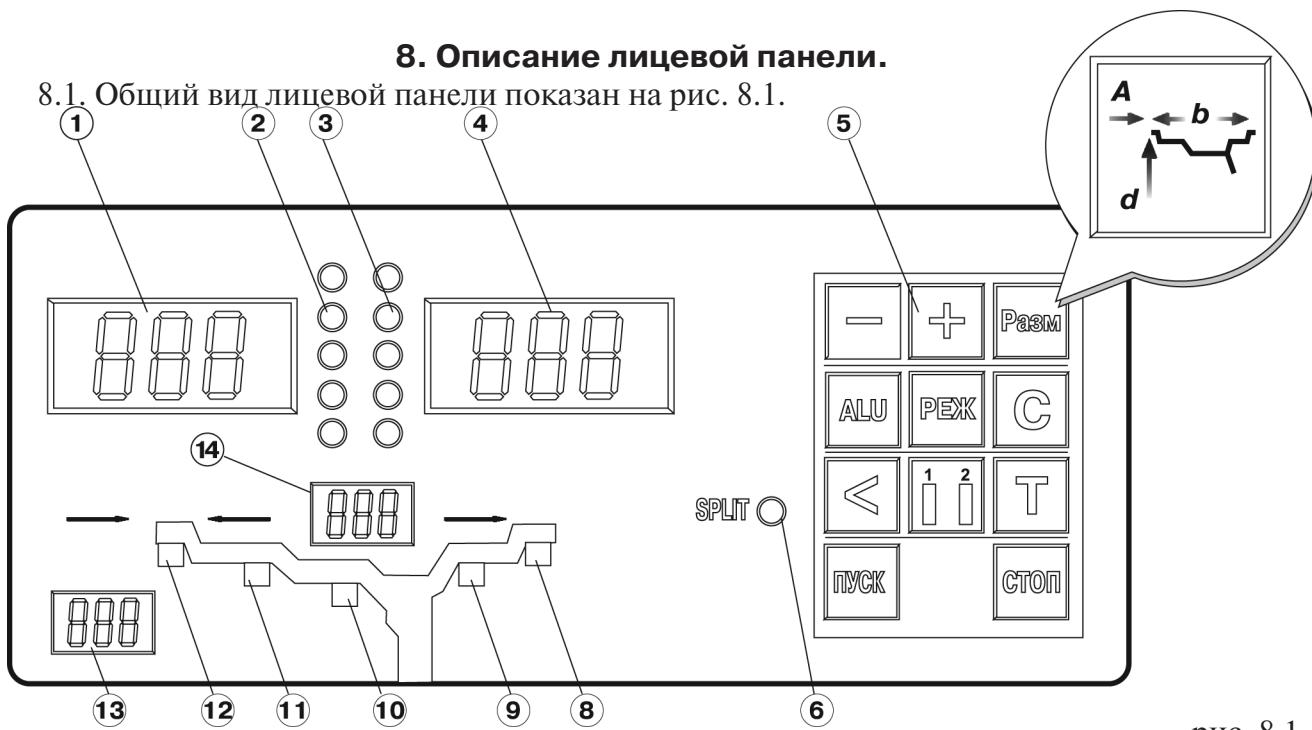

рис. 8.1.
8.1. Общий вид лицевой панели показан на рис. 8.1.
(рис.8.1.) соответственно.
При выдвижении штанги на индикаторах 1 (рис. 8.1) отображается символ «A», а на индикаторах 4 значение параметра «A». Значение параметра «d» отображается на индикаторах 13. После возвращения штанги в исходное состояние на индикаторах 1 и 4 некоторое время сохраняется значение параметра A, затем показания на них возвращаются к отображению текущих значений масс корректирующих грузов. На индикаторах 13 сохраняется вновь установленное значение параметра «d».
Ширина обода отображается на индикаторах 14 (рис.8.1). Если считанная с обода или измеренная ширина отличается от показаний на индикаторах 14, то кнопками «-» и «+» установить на индикаторах 14 требуемое значение ширины.
Дважды нажать кнопку «A, d, b», после чего на индикаторах 1 (рис.8.1) загорается символ «A», а на индикаторах 4 исходная величина дистанции. Нажимая кнопки «-» и «+» установить на индикаторах 4 требуемую величину дистанции. Через 2-3 сек после установки дистанции показания на индикаторах 1 и 4 возвращаются к отображению текущего дебаланса, а кнопки «-» и «+» возвращаются в режим ввода ширины обода.
Эта функция обеспечивается тем, что каждый раз при вводе новых геометрических параметров и установке требуемой программы ALU, предыдущее состояние запоминается. Для перехода от одного набора параметров к другому необходимо нажать кнопку «1-2». Визуальный контроль того, какие параметры установлены в данный момент, осуществляется по индикаторам 13 и 14 (рис.8.1), отображающие установленные в данный момент диаметр и ширину обода.
12.2. Переключение схем ALU1-ALU5 осуществляется последовательным нажатием кнопки «ALU» при этом схема установки грузов отображается загоранием соответствующих светодиодов 8-12 (рис.8.1), кроме того, на индикаторах 1 отображаются символы ALU, а на индикаторах 4 номер 1-5. Через 2-3 сек. после установки требуемой программы ALU индикаторы 1-4 переходят в режим отображения дебаланса.
13.3. Для входа в программу Split нажмите кнопку РЕЖ., после чего загорается светодиод 6 (рис.8.1) и на индикаторах 1 загораются символы «SP», означающие, что необходимо ввести число спиц обода колеса, подлежащего балансировке. При этом на индикаторах 4 загорается цифра 5. Если число спиц колеса отличается от 5, кнопками «-» и «+» установить на индикаторах 4 фактическое число спиц колеса.
13.4. Запустите СБ. После остановки вала установите любую спицу обода колеса вертикально вверх (на 12 часов) и нажмите кнопку С. После чего, на индикаторе 1 и линейке 2 (рис.8.1) будут указаны величина и место установки корректирующего груза на внутренней плоскости.
14.1. При включении тумблера питания СБ на индикаторах 1 (рис. 8.1) высвечивается трехзначное число – номер версии программного обеспечения. Через 2-3 сек на индикаторах
рах 1 и 4 должны загореться нули, на индикаторах 13 – исходное значение диаметра обода, на индикаторах 14 – исходное значение ширины обода, кроме того должны загореться светодиоды 8 и 12 , что свидетельствует о включении режима стандартной балансировки с установкой на обеих плоскостях коррекции грузиков на пружинках. На линейках 2 и 3 (рис. 8.1) должны загореться центральные светодиоды.
14.2. При включении СБ программа измерения дебаланса настраивается таким образом, что дебаланс менее 8 г ( заводская установка) на любой плоскости коррекции не показывается, в этом случае на индикаторах 1 и 4 (рис. 8.1) высвечиваются «0». Минимальный дебаланс отображающийся на индикаторах 1 и 4 равен 8г. Дебаланс, превышающий 8г, округляется до величины кратной 5, т. е. дебаланс 9, 10, 11 и 12 г отображается цифрой 10, дебаланс 13, 14, 15, 16 и 17 г – цифрой 15 и т. д. Для просмотра неокругленного значения дебаланса или дебаланса менее 8г. необходимо нажать кнопку «<>», при этом на индикаторах 1 и 4 на 2-3 сек высвечиваются фактические значения дебаланса, определенные в данном запуске.
14.3. Исходные значения диаметра и ширины обода, отображаемые на индикаторах 13 и 14 (рис. 8.1) после включения СБ, а также значение минимального дебаланса, который показывается на индикаторах 1 и 4, по желанию потребителя могут быть изменены. Процедура их изменения описана ниже в разделе 15 (п. 15.2. и 15.3.) «Установка рабочих параметров».
14.5.1. Поднимите защитный кожух. Вручную поворачивайте колесо, при этом свечение светодиодов на линейках 2 и 3 (рис. 8.1.) будет перемещаться, и в какой-то момент на одной из линеек загорятся все светодиоды и цвет их свечения сменится на зеленый.